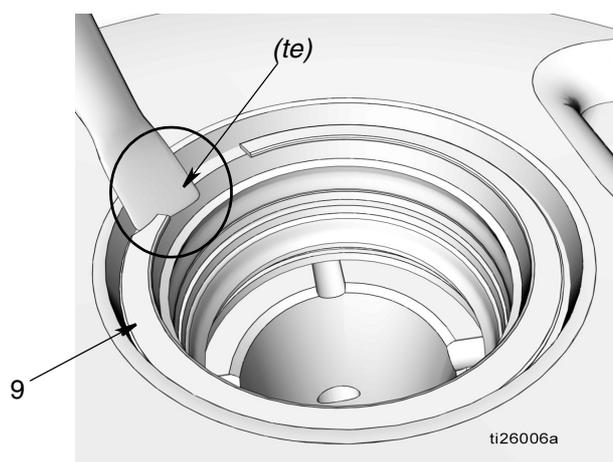

FIG. 28
- Fare scorrere la lama di un piccolo, cacciavite piatto sotto il bordo conico (*te*) dell'anello di sicurezza (9) e rimuovere l'anello come mostrato in FIG. 28.
- Rimuovere il distanziale conico (10), la tenuta (11) e il distanziale (12).
- Inserire la lama di un piccolo cacciavite piatto sotto il bordo conico (*fe*) dell'anello di sicurezza (51) e rimuovere l'anello come mostrato in FIG. 28, quindi rimuovere l'anello di sicurezza.
- Rimuovere il distanziale (12), la tenuta (11) e il distanziale (12).